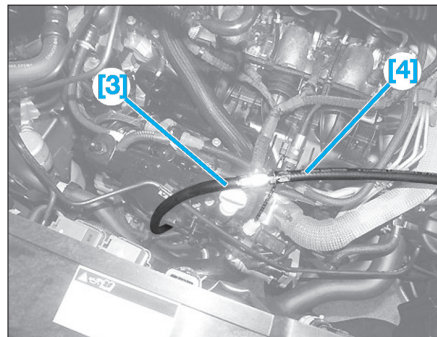

Fig. 15
- [3]. Raccord de prise de pression d'huile (ref.1503-G) (Fig.15).
- [4]. Prolongateur de prise de pression (ref. 8607-T.A / 1604-G) (Fig.15).
- Poser les outils [3] et [4] (Fig.15) puis brancher l'outil [5].